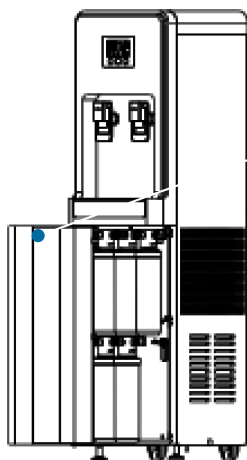

Figure 3 · Ouvrez la porte avant, du côté droit et non de ce côté
7. Avant de brancher l'appareil, vérifiez que tous les filtres sont bien serrés (figures 3 à 5).
2. Ouvrez la porte avant située sur le côté droit de l'appareil (figure 3).